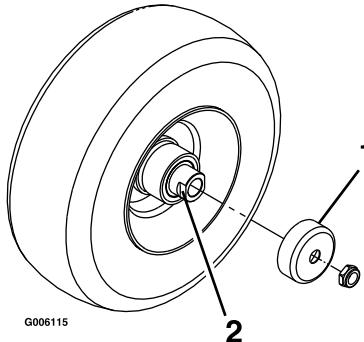

Figura 39
4. Togliete le protezioni di tenuta dal mozzo della ruota (Figura 39).